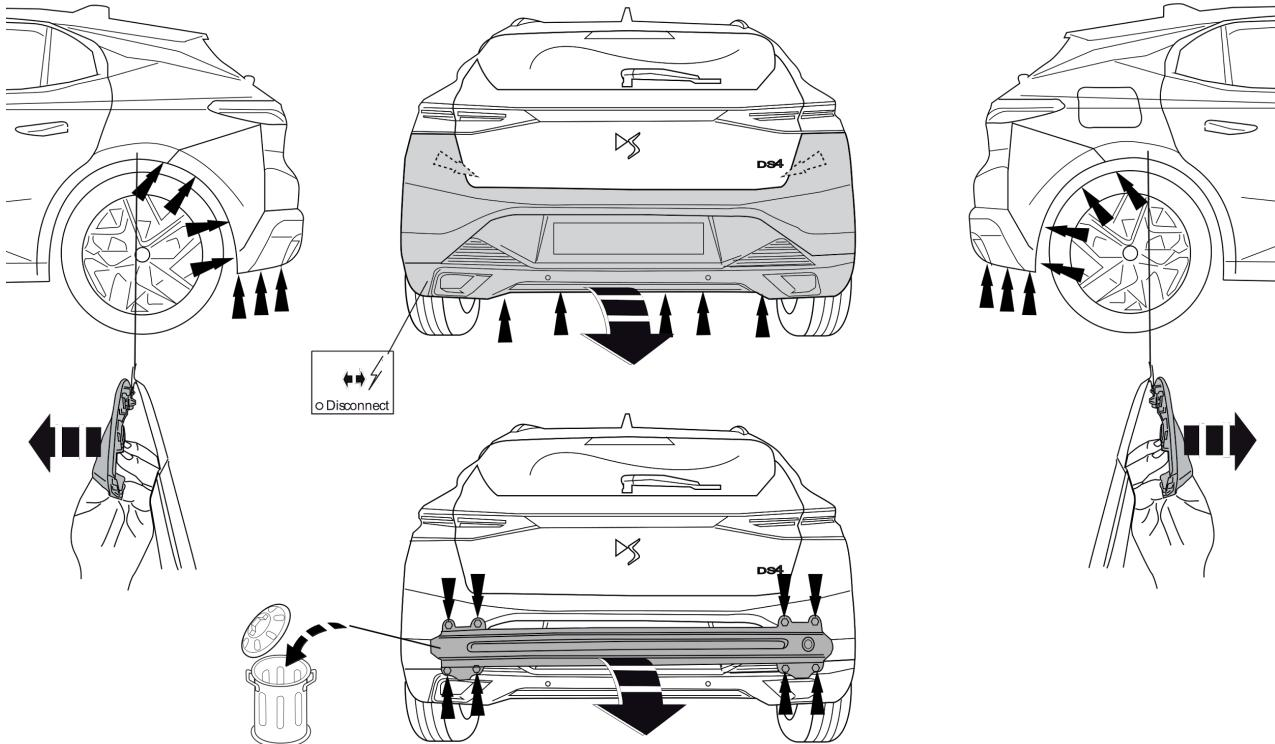

Fig. 1
1. Снять бампер вместе со буферным бруском автомобиля. Буферный брус больше не понадобится. См. рисунок 1 & 2.